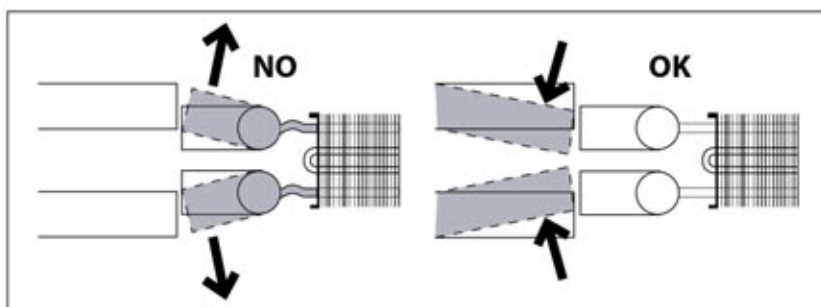

FIG.54
6. Ne pas modifier la position originale des collecteurs pour les adapter à la tubulure du réseau (FIG. 54).